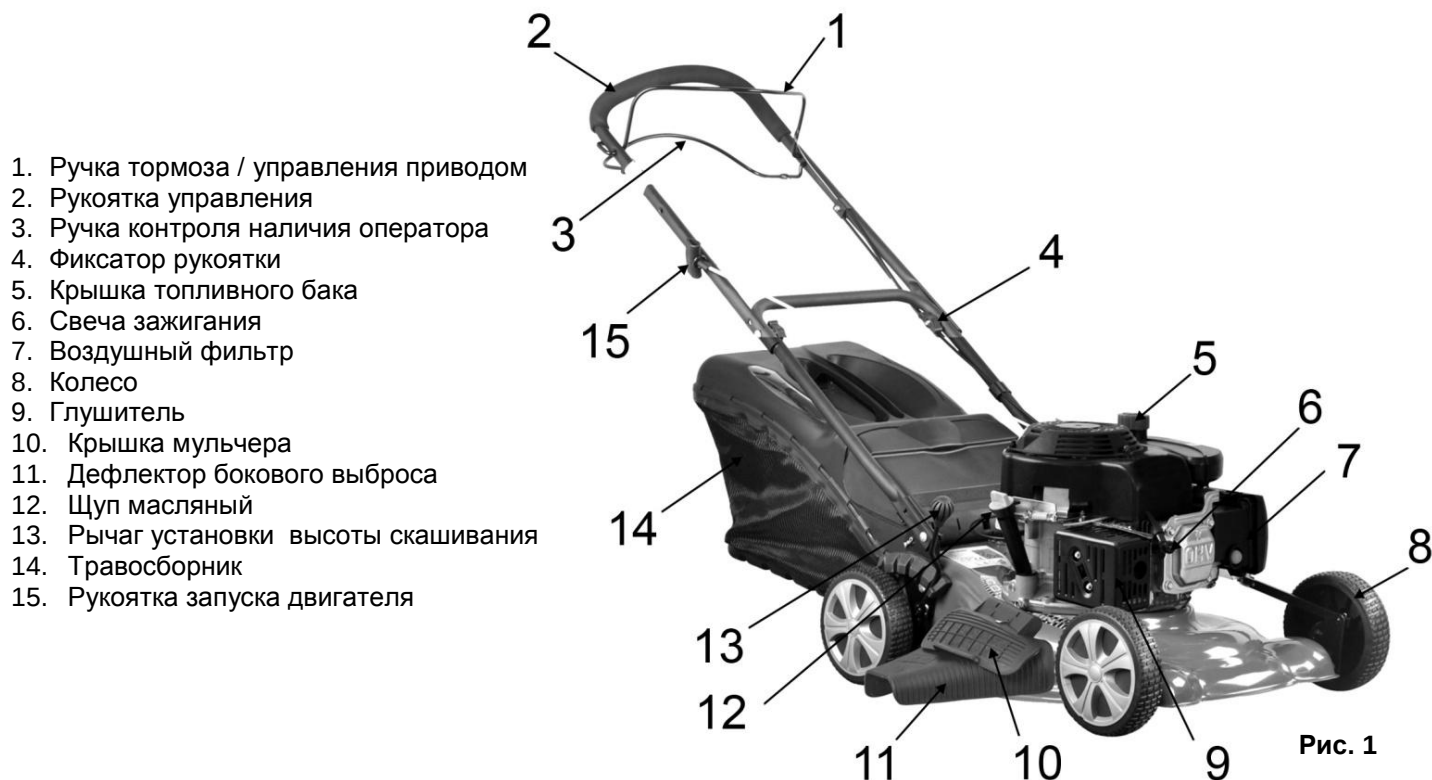
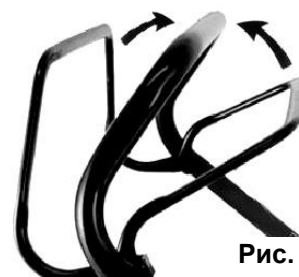

Рис. 1
Рис. 7
- Установите верхнюю часть рукоятки управления на нижнюю. Установите удобный угол наклона. Зафиксируйте положение барашковой гайкой (4)(См. Рис.1).
- Снятие: выключите двигатель; включите тормоз (отжать ручку (1)(См. Рис.1); возьмитесь за ручку крышки; поднимите откидную крышку, снимите травосборник (См. Рис. 3).
- Для выключения двигателя – отпустите (отожмите) ручку тормоза (1)(См. Рис.1) от рукоятки управления.
- Во избежание случайного запуска находящейся без присмотра косилки, снимайте наконечник провода со свечи зажигания (6)(См. Рис.1).
- Самоходное движение косилки управляется оператором при помощи ручки управления приводом (1)(См. Рис.1): ручку контроля наличия оператора (3)(См. Рис.1) следует прижать к основной рукоятке управления (См. Рис.7), а ручку управления приводом поднять к ней. Чем ближе последняя к основной ручке, тем быстрее едет косилка.
- Переставьте рычаг (13) (См. Рис. 1; 8) на нужный уровень.